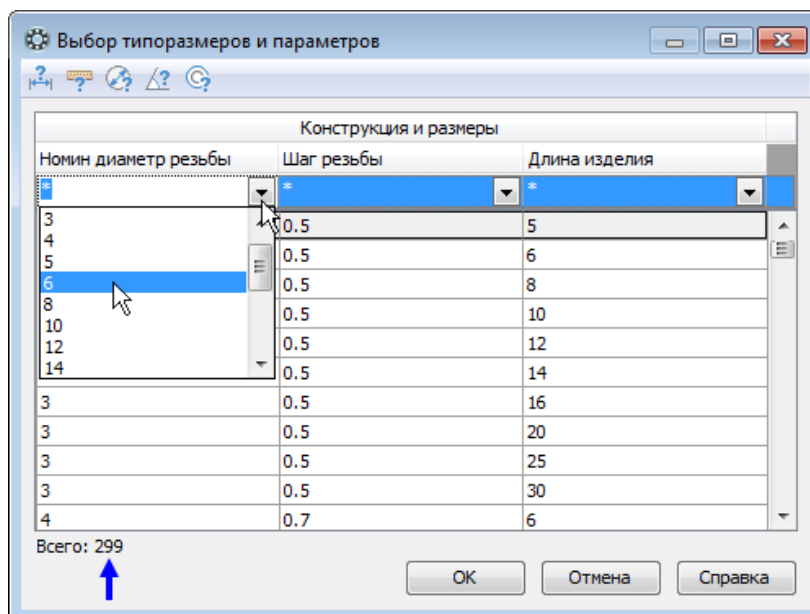

Рисунок 24
- Для быстрого подбора нужного винта раскройте список Номинальный диаметр резьбы и укажите значение 6 мм (рис. 24).